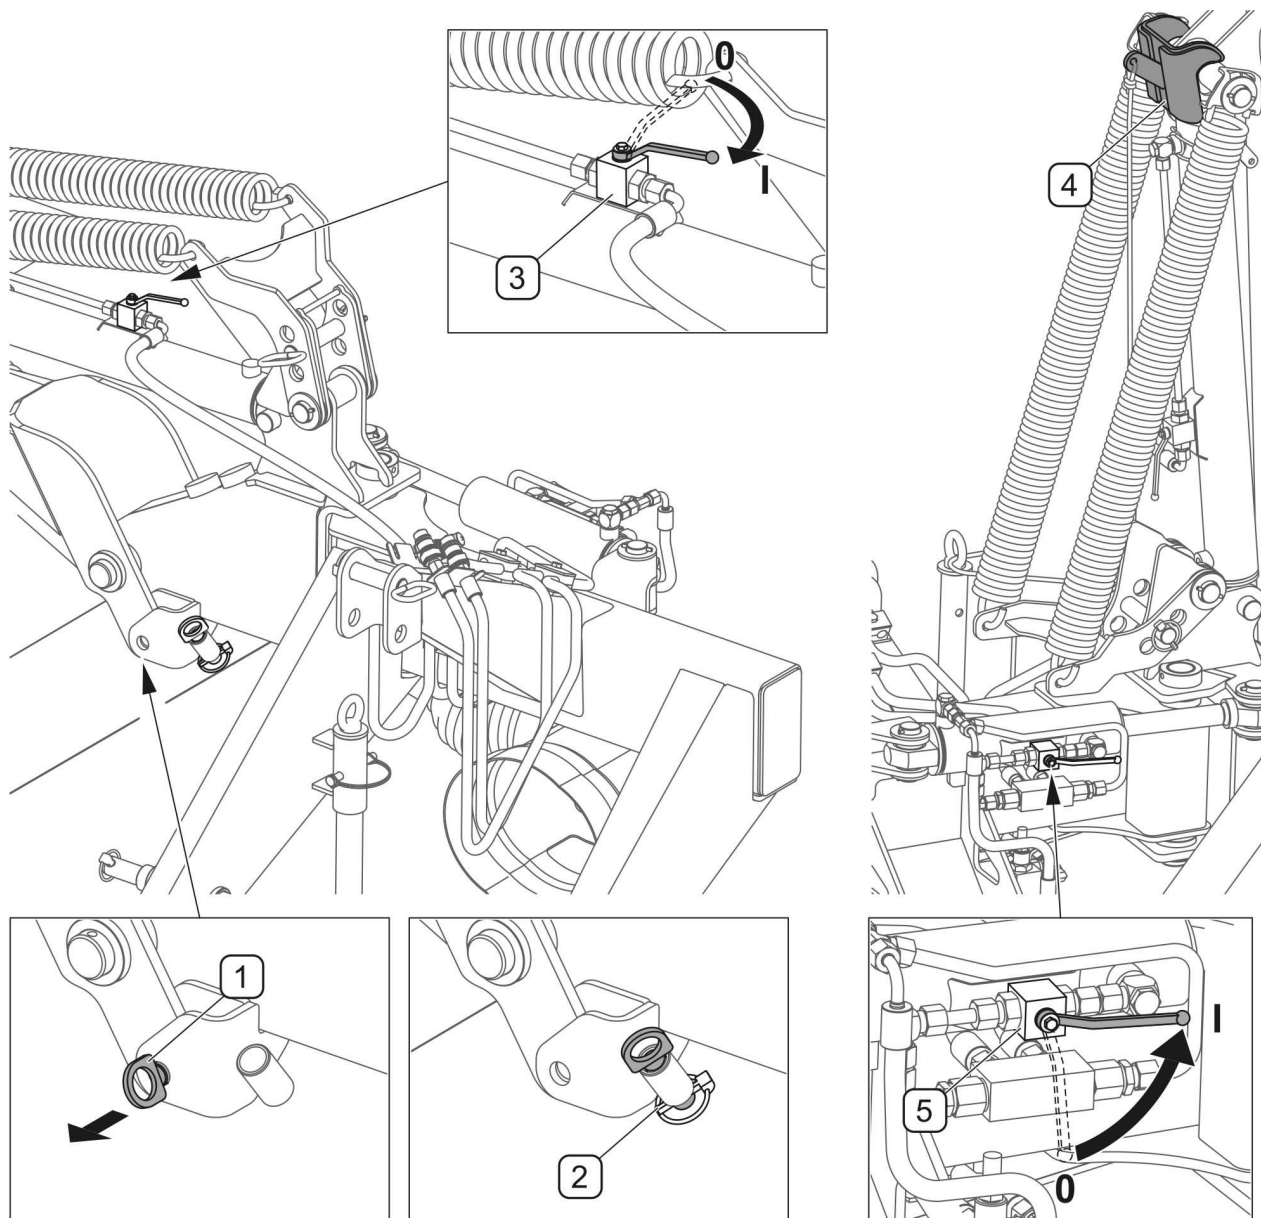

BILD 4.4A Einstellung der Transportlage
- Verriegelungsbolzen (1) des Armes (BILD 4.4A) entriegeln und ausziehen, ihn in Buchse bringen und mit Splint (2) sichern,
- Verriegelungsventil (3) des Zylinders in Stellung geöffnet „I“ bringen,
- durch Steuern des hydraulischen Zylinders den Tragarm zusammen mit Schneidegruppe anheben bis die Klinke (4) des Zylinders verriegelt wird.
- das Ventil (3) des Zylinders zum Anheben schließen.
Beim Transport des am Schlepper aufgehängten Mähwerk ist zu prüfen, ob die Klinken von Zylindern zum Kippen richtig sitzen und ob Ventile der Zylinder in Stellung „0 – geschlossen“ (BILD 4.4A) sind.